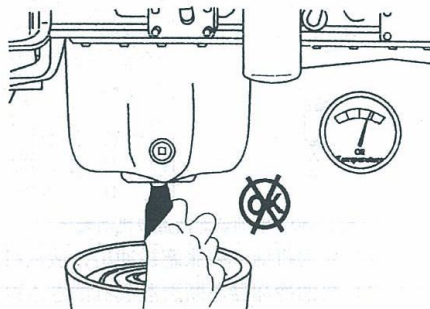

图 1-347 放净机油
1) 拧下油底壳放油螺塞, 放净机油, 见图 1-347。应避免皮肤直接接触机油, 因为用过的机油有毒。